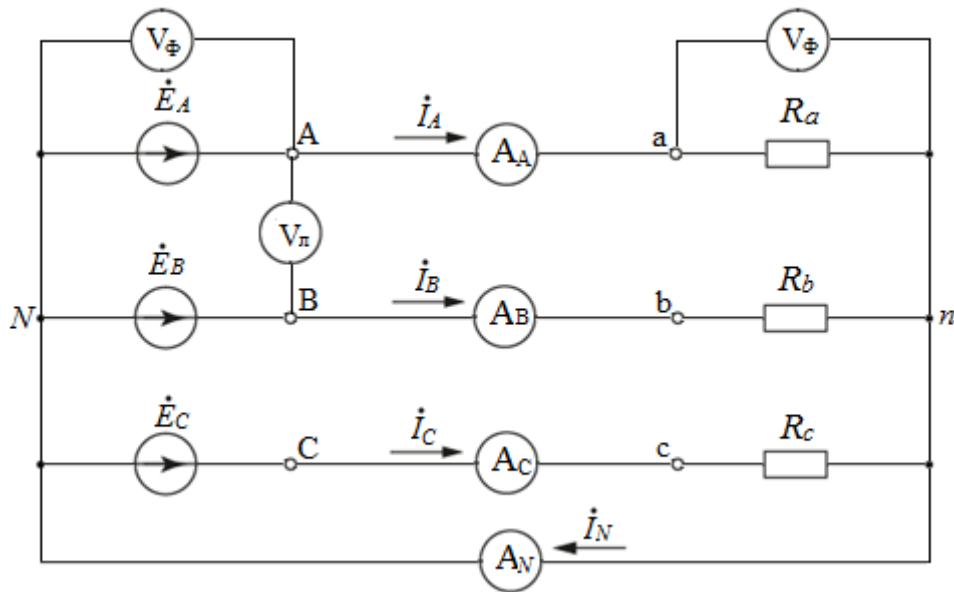

Рисунок 5.1
5.1.11 Нарисовать схемы трехфазной цепи при соединении «звезда-звезда» с нейтральным проводом и без нейтрального провода (рисунок 5.1, 5.2). Нарисовать таблицы 5.1, 5.2.
5.2.3 Собрать трехфазную цепь при соединении фаз источника и приемника звездой с нейтральным проводом (рисунок 5.1). Нейтральные точки источника приемника соединить накоротко через амперметр. Сопротивления всех фаз приемника активные и равные:  $R_A=R_1$ ,  $R_B=R_2$ ,  $R_C=R_3$  (симметричный режим). Измерить токи в фазах приемника, ток в нейтральном проводе  $I_N$ , фазные и линейные напряжения приемника. Результаты измерений занести в таблицу 5.1.
Из векторной диаграммы токов следует, что ток в нейтральном проводе в схеме с нейтральным проводом (рисунок 5.1) равен нулю: